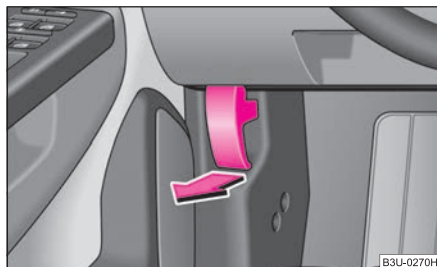

Fig. 172 Leva di sbloccaggio cofano motore
- Tirare la leva di sbloccaggio disposta inferiormente alla plancia portastrumenti sul lato guida ⇒ fig. 172.
- Sbloccare il cofano motore ⇒ fig. 172.